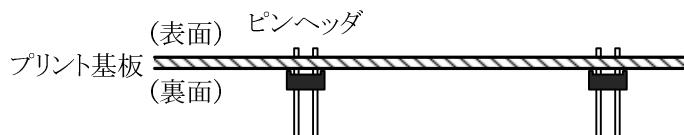

図9 ピンヘッダの取付け方
- ⑥ 組立て基板を制御ボードに差し込むためのピンヘッダ (CN2, CN3) は、図9に示すようにプリント基板の裏面から挿入し、底面の突起がプリント基板に密着するように取付け、表面のランドをはんだ付けする。